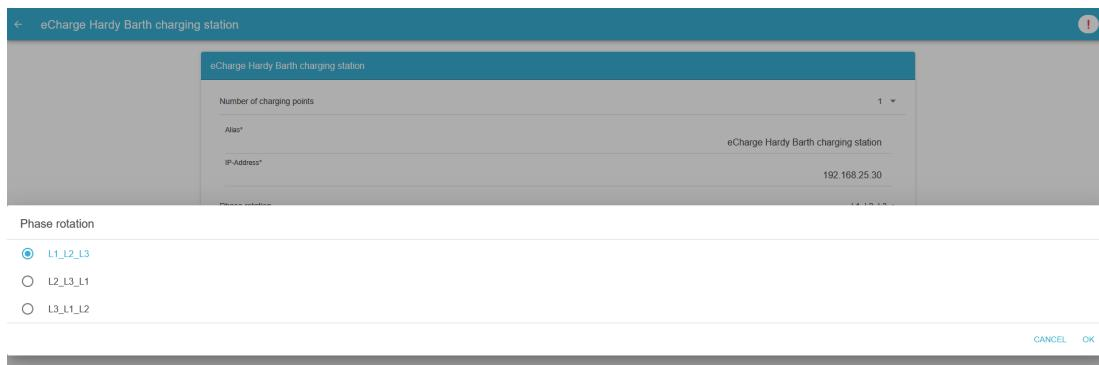

Figure 30. App-Installation — Phasenrotation: Schritt 2
- Figure 30. App-Installation — Phasenrotation: Schritt 2